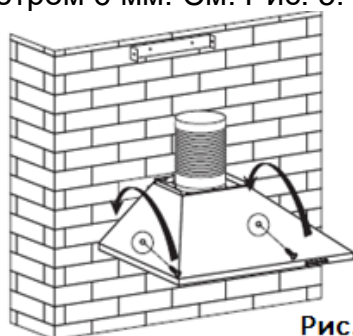

Рис. 5
7. Повесьте прибор на крюк и зафиксируйте его с помощью двух крепежных винтов (4 мм x 30 мм). Примечание. Два защитных отверстия расположены на задней части корпуса диаметром 6 мм. См. Рис. 5.